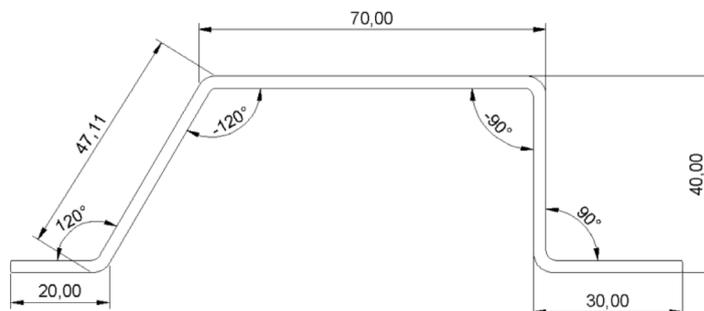

Figure 32. Exemple de pièce à dessiner
- Si l'option « pincushion » du clavier n'a pas été activée, en touchant le champ d'angle « ALFA » (comme illustré sur Figure 32), le clavier logiciel réapparaît et vous permet de saisir l'angle :